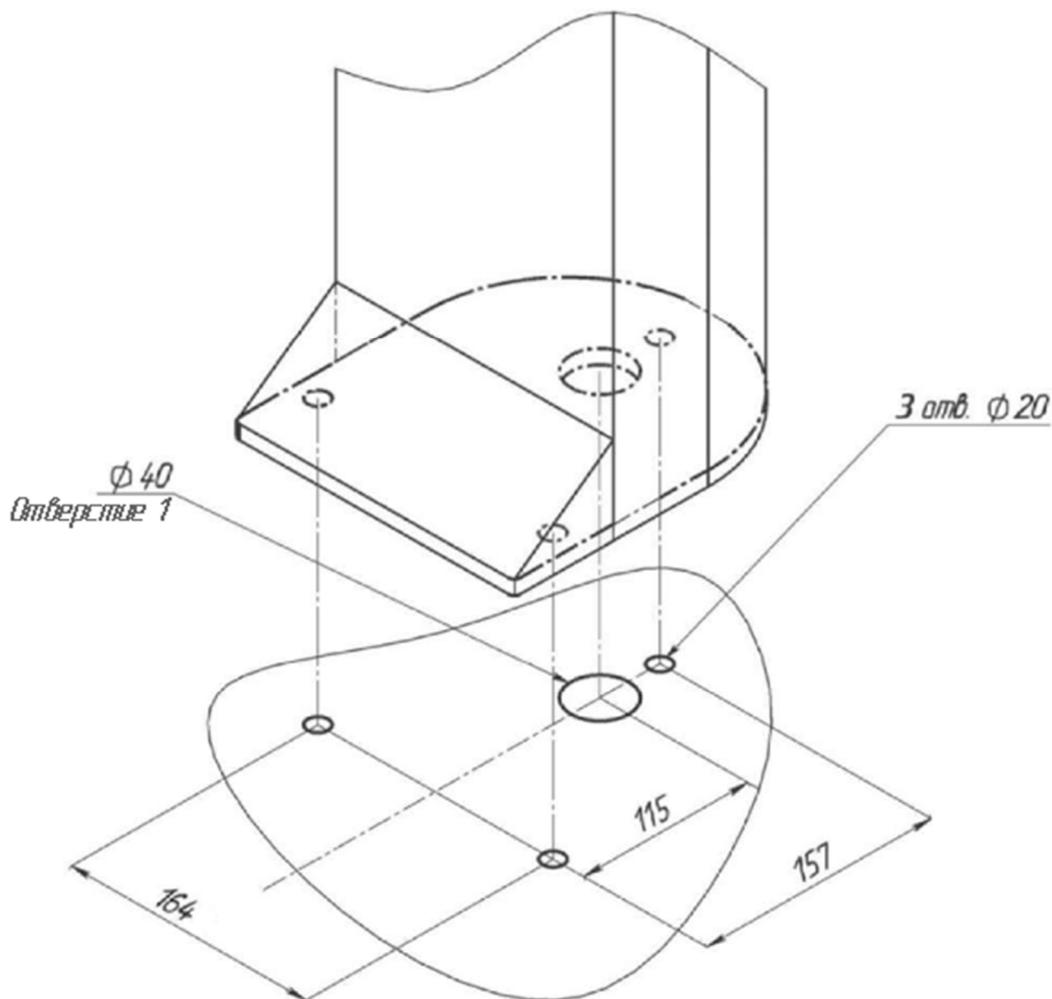
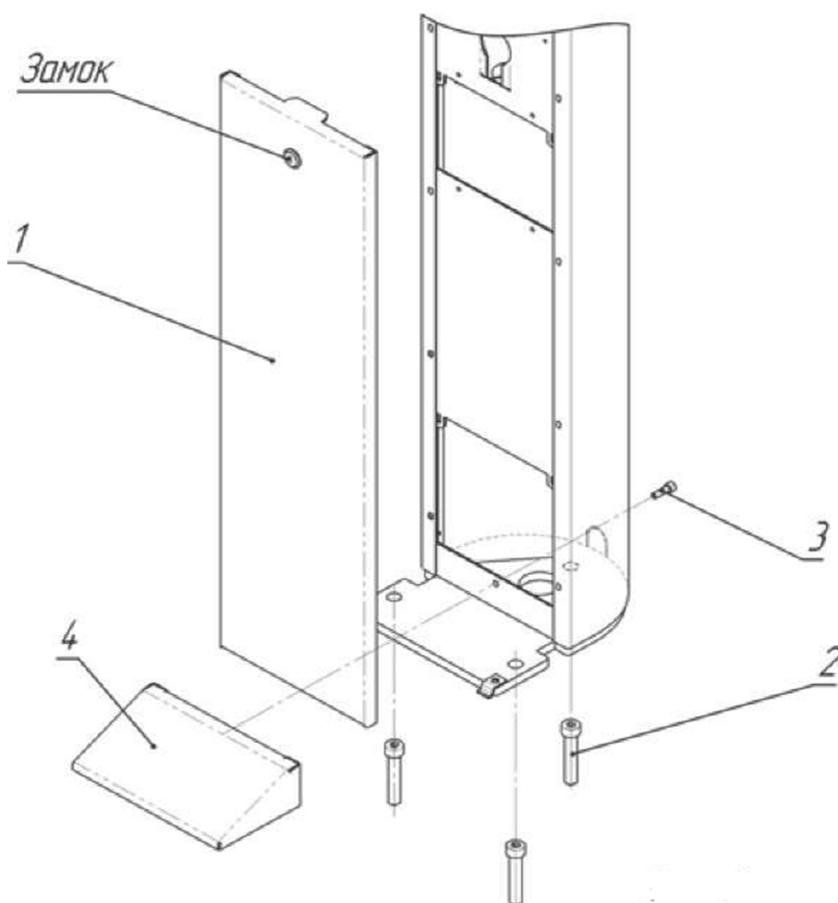
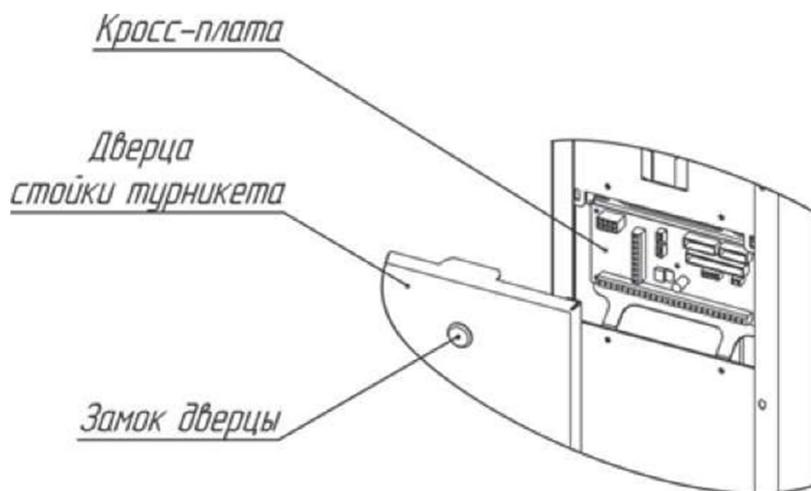
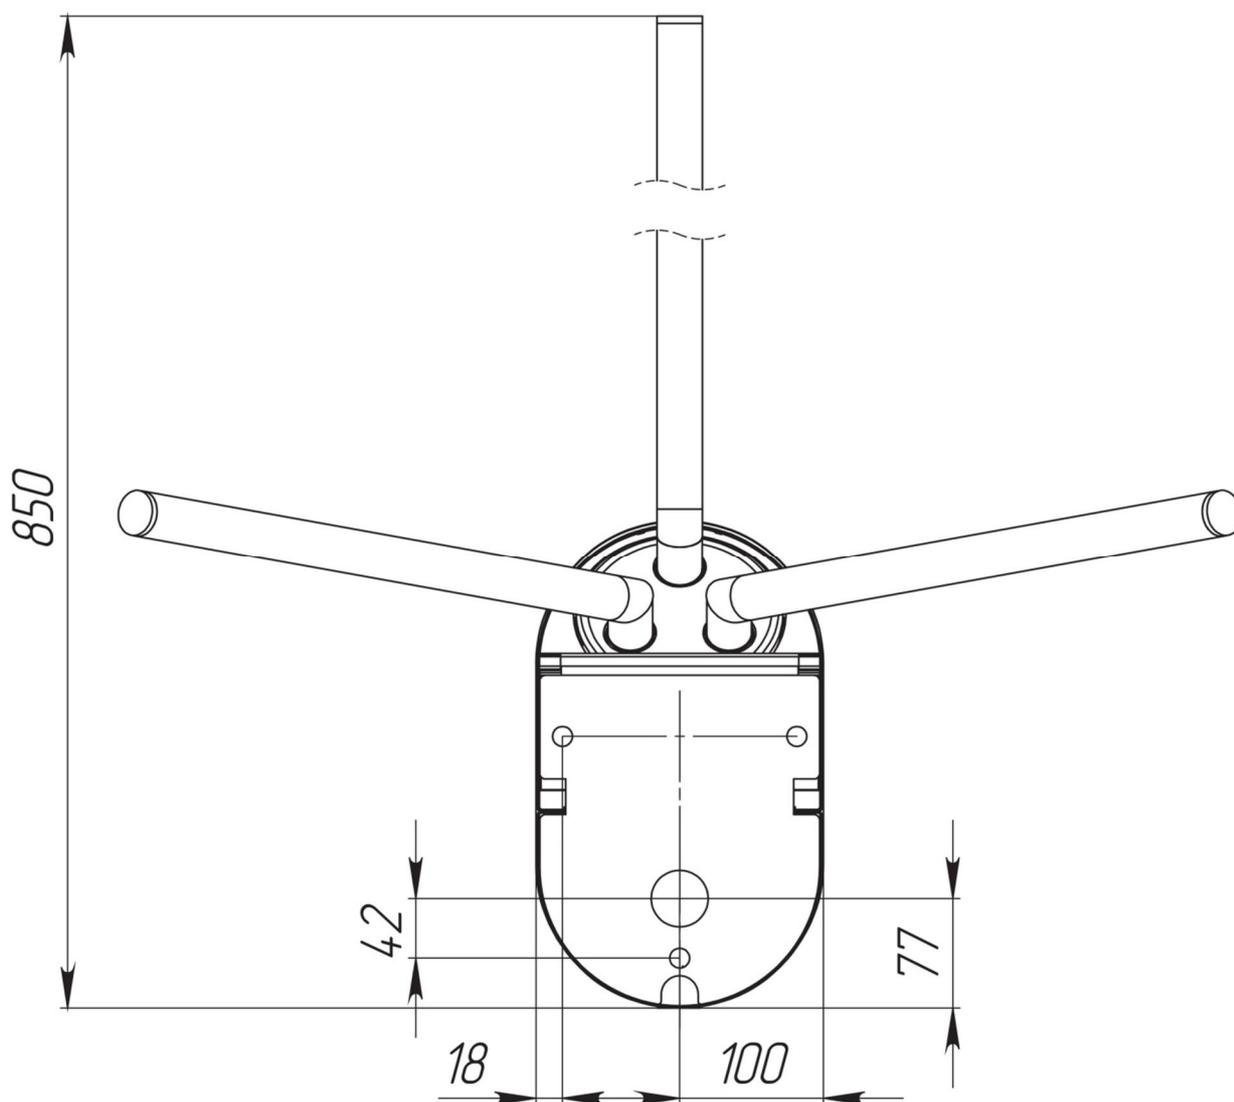

Рис. 4. Установочные размеры
Рис. 5. Схема установки турникета
Рис. 6. Расположение кросс-платы на стойке турникета
Рис. 11. Расположение монтажных отверстий относительно внешних габаритов турникета
4.2.3. По установочным размерам (Рис. 4), подготовьте 3 отверстия диаметром 20 мм в полу под анкеры крепления стойки турникета. Расположение монтажных отверстий относительно внешних габаритов турникета представлено в Приложении 3 (Рис. 11). Глубина закладного отверстия должна превышать длину анкера на 5 мм. Вставьте анкеры в отверстия.
4.2.4. Подводка кабелей производится через отверстие 1 (Рис. 4) в нижней плите турникета. Необходимо подготовить штробу для прокладки кабелей.
4.2.7. Установите стойку турникета на подготовленную площадку (Рис. 4). Используя ключ, откройте замок и снимите дверцу (1, Рис. 5). Заведите в корпус турникета кабели от ПУ, БП и, при необходимости, кабели СКУД и ОПС. Подводка кабелей производится через отверстие 1 в нижней плите турникета (Рис. 4). Закрепите кабели кабельными стяжками.
4.2.8. Совместите отверстия в стойке турникета с анкерами в полу. Проверьте вертикальность установки в 2-х плоскостях, при необходимости используйте стальные прокладки требуемой толщины для правильной установки турникета. Закрепите стойку турникета тремя винтами М12 (2, Рис. 5), закрутив их в соответствующие анкера, используя ключ для винта с внутренним шестигранником S10. Установите крышку основания (4, Рис. 5) и зафиксируйте ее винтом М6, приложенном в комплекте поставки (3, Рис. 5). Установите дверцу (1, Рис. 5) в исходное положение и закройте ее на замок.
Подключение БП, ПУ и СКУД осуществляется с помощью кросс-платы. Для этого необходимо открыть дверцу стойки турникета (1, Рис. 5), используя ключ. На Рис. 6 показано расположение кросс-платы на стойке турникета.